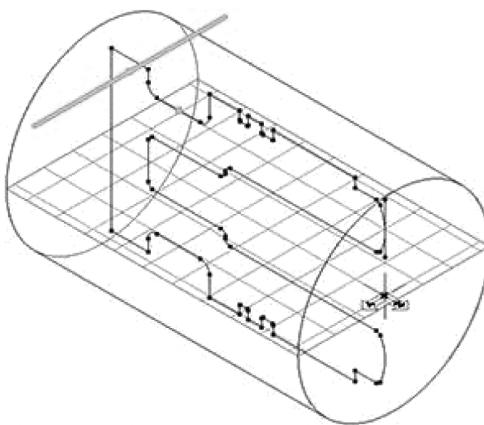

图 6-31 切换工作组
1) 切换到工作组 2: Milling 和 CS4: YZ 平面，如图 6-31 所示。